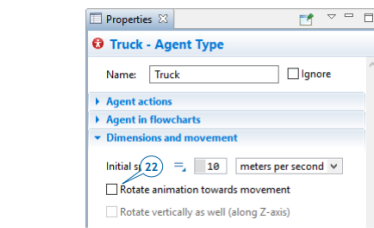

Рисунок 13.14 – Прапорець «Повернути анімацію до руху»
– зніміть прапорець *Rotate animation towards movement check box* (рис. 13.14).